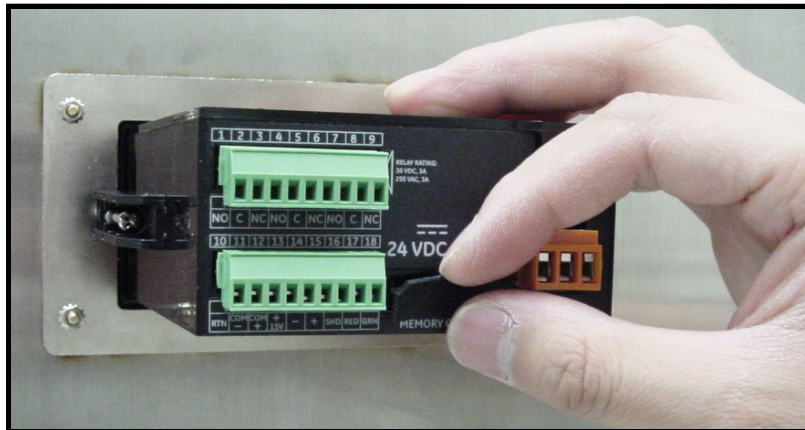
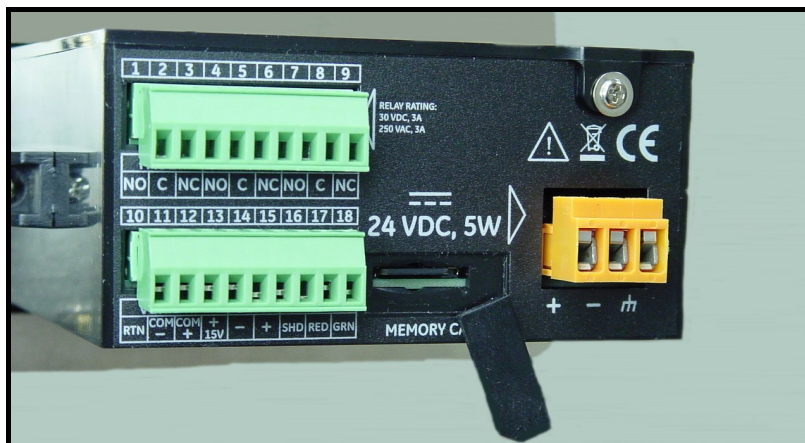

Рис. 51: Открытие гибкой крышки
Рис. 52: Открытый слот карты памяти
1. Найдите карту памяти в нижней центральной части задней панели и потяните на себя гибкую крышку с левой стороны. Крышка закреплена с правой стороны (см. Рис. 51 и Рис. 52).